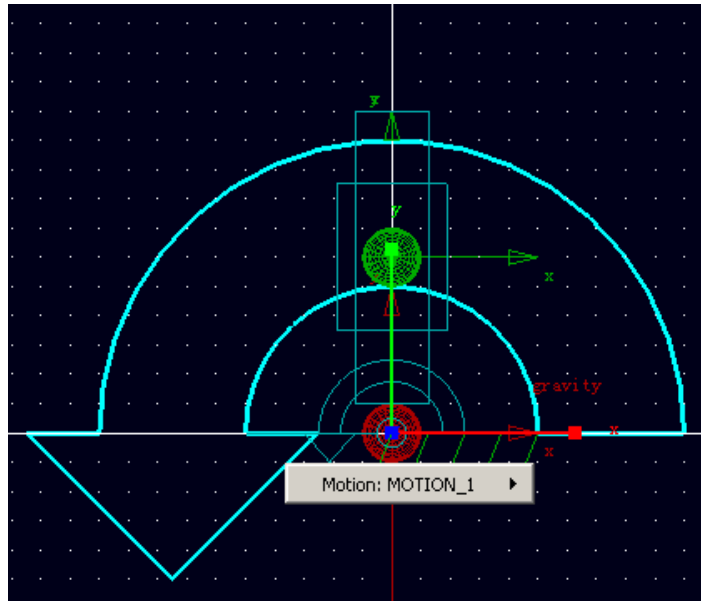

图 3-4 在球体 (PART\_2) 上定义旋转驱动
3.4 在 **ADAMS/View** 驱动库中选择旋转驱动 (**Rotational Joint Motion**) ，在速度 (**Speed**) 栏中，输入速度值 **360d**，表示驱动装置每分钟转 360 度，用鼠标左键点击球体 (**PART\_2**) 上的旋转副 (**JOINT\_1**)，在旋转副上出现一个大的驱动图标，即为驱动装置 (**Motion: MOTION\_1**)，如图 3-4 所示